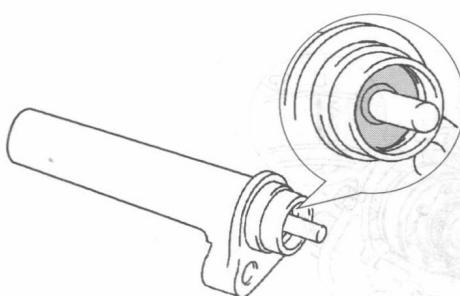
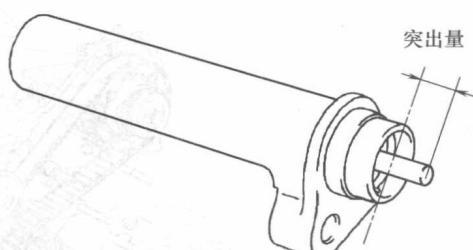

图 1-6 检查张紧器密封面
图 1-7 检查推杆凸出部分
(1) 检查正时皮带
- ① 检查是否正确安装。
- ② 检查正时盖衬垫是否损坏或正确安装。
- ③ 如果皮带齿破裂或损坏，则检查凸轮轴是否锁止。
- ④ 如果皮带表面有明显的磨损或裂纹，则检查惰轮锁止侧和水泵侧是否有裂痕。
- ⑤ 如果只皮带一侧有磨损或损坏，则检查每个皮带轮的皮带导向装置和对准情况。
- ⑥ 如果皮带齿上有明显磨损，则检查正时盖是否损坏，检查并确认衬垫安装正确。检查皮带轮轮齿上是否有异物。如有必要，则更换正时皮带。
(2) 检查正时皮带张紧器总成
- ① 目视检查张紧器的密封部分是否漏油，见图 1-6。
- ② 用双手握住张紧器，并用力推推杆，检查并确认其不移动。切勿握住张紧器推杆使用朝下。如果推杆移动，则更换正时皮带张紧器。
- ③ 从壳端测量推杆的凸出部分，见图 1-7。标准凸出部分高度：9.5~10.5mm。